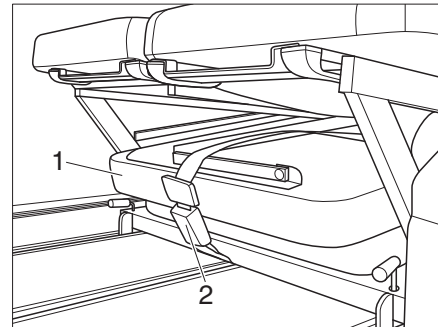

Bild 7 Bettverlängerung verstauen
Während der Fahrt muss die Bettverlängerung mit dem Sicherheitsgurt (Bild 7,2) gesichert werden!
- Bettverlängerung (Bild 7,1) unter der Sitzbank verstauen und mit dem Gurtschloss (Bild 7,2) sichern.